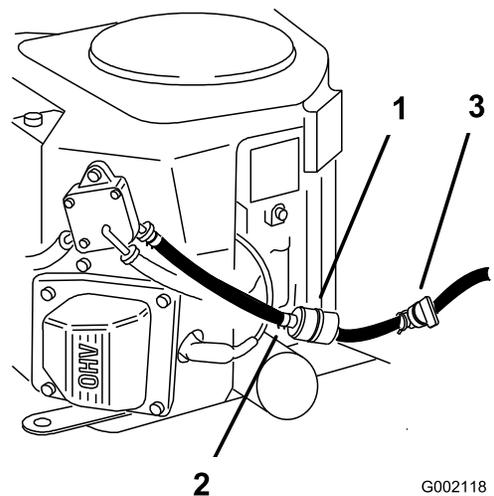

Figure 59
5. Fermez le robinet d'arrivée de carburant sous le siège (Figure 59).
6. Pincez les extrémités des colliers et éloignez les colliers du filtre (Figure 59).
8. Posez un filtre neuf et rapprochez les colliers de fixation du filtre (Figure 59).